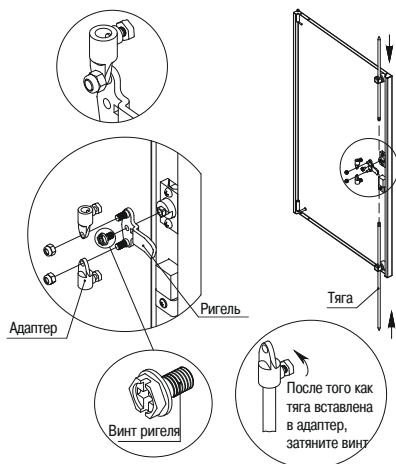

Рисунок 10 – Сборка дверей
4.4.2 Закрепите ригель на замке с помощью болта. Наденьте адаптеры на стержни ригеля, закрепите гайками. Вставьте тяги в адаптеры, притяните болты на адаптерах (рисунок 10).
4.4.3 Закрепите ригель на замке с помощью болта. Наденьте адаптеры на стержни ригеля, закрепите гайками. Вставьте тяги в адаптеры, притяните болты на адаптерах (рисунок 10).